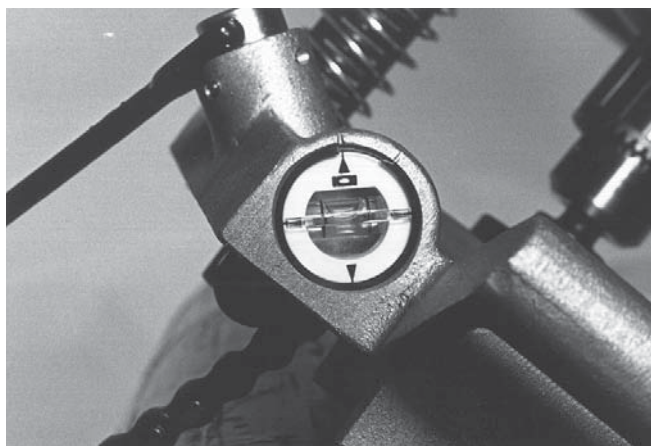

Figure 6 – Niveau à bulle de la scie à cloche HC-450
4. Incorporée à l'embase de la scie à cloche HC-450 se trouve un niveau à bulle qui peut, le cas échéant, servir à aligner plusieurs percements successifs. Lorsque le positionnement précis de la scie à cloche est atteint, il est possible de tourner le niveau à bulle et le mettre de niveau. Ainsi, lors des percements suivants, il s'agira simplement d'orienter la scie à cloche de manière à ce que la bulle du niveau soit centrée avant d'arrimer l'appareil (*Figure 6*).